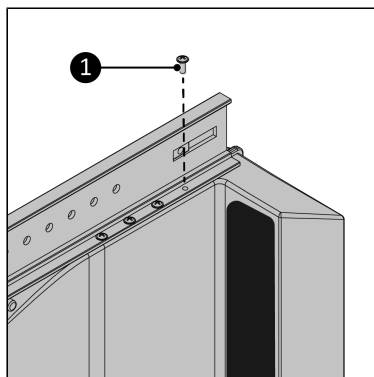

Figura 79.
6. Înșurubați șina principală la ieșire folosind cele opt șuruburi de 3,5 x 12 mm (Figura 79, nt. 1). Asigurați-vă că toate găurile șuruburilor se potrivesc.